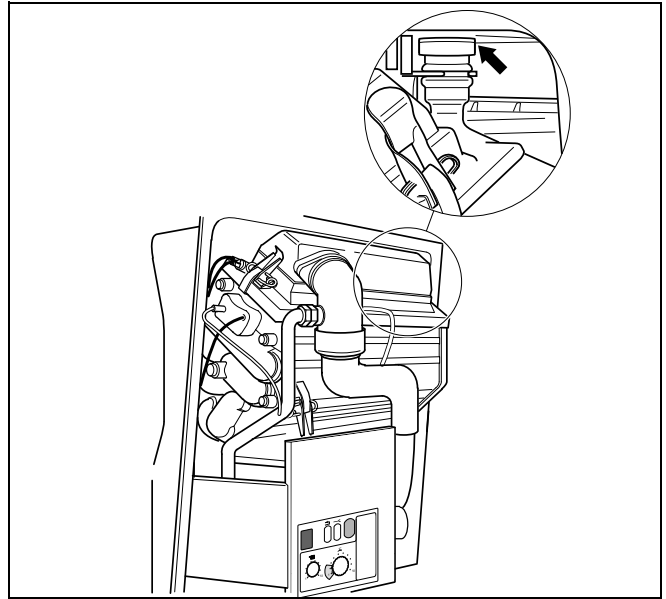

Abb. 42 Dichtkappe am Kondenswasserbypass
- Sichtprüfung, ob die weiße Dichtkappe auf dem Kondenswasserbypass vorhanden ist (Abb. 42).